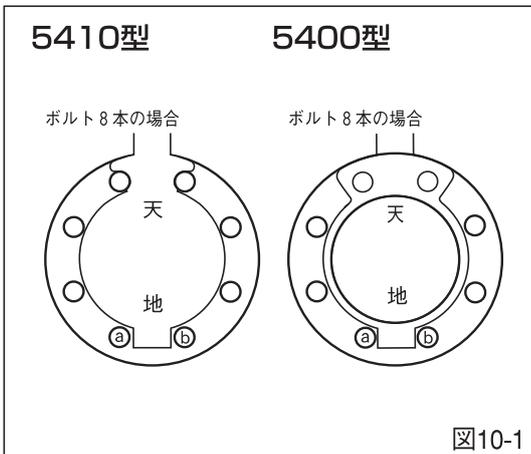

図10-1
7. ボルトの締め付け：まず天地状態で地のボルト①、②を挿入し、バルブが落下しないようにしてください。次に他のボルトを順次挿入してください。(図10-1)